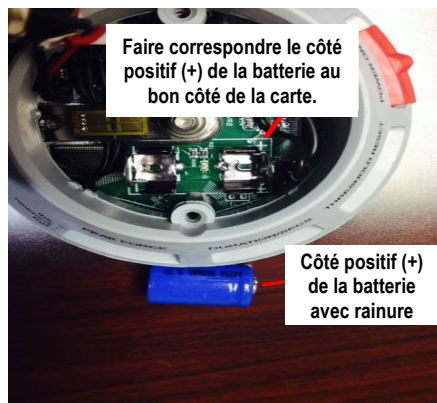

Figure 10 : Remplacement de la batterie
- Lors de l'installation d'une nouvelle batterie, assurez-vous que la borne positive (+) soit alignée sur le repère (+) de la carte électronique du microFET®2 (voir figure 10).